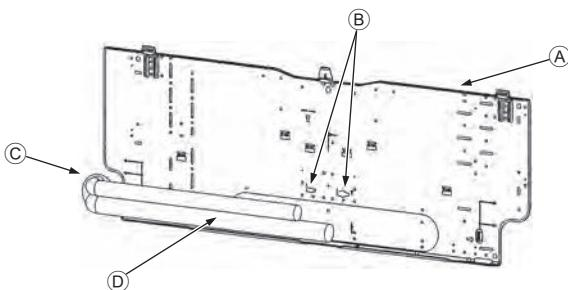

Fig. 3-5
3.3. Встраивание труб в стены (Fig. 3-5)